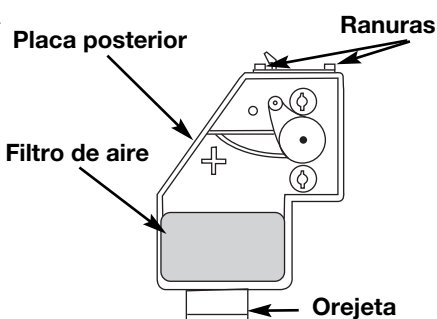

Fig. 27
7. Instale de nuevo la tapa del filtro de aire. Haga coincidir las ranuras que hay en la parte superior de la tapa del filtro de aire con las lengüetas de la parte superior de la placa posterior (Fig. 27).